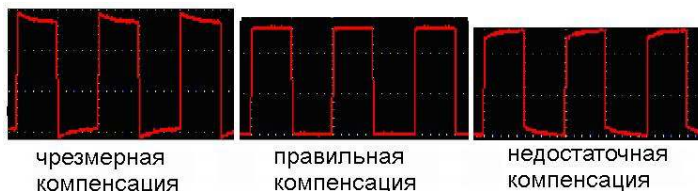
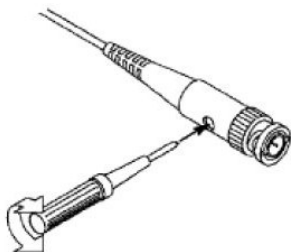

Рисунок 7 - Варианты осциллограммы при компенсации щупа
Рисунок 8 - Регулировка пробника
2. Оцените форму полученной осциллограммы и отрегулируйте пробник, пока не будет достигнута правильная компенсация (см. рисунок 7 и рисунок 8).